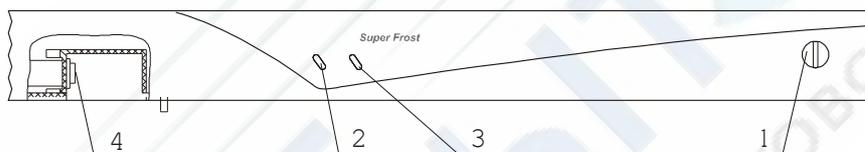

Рис.3. Схема расположения приборов управления и индикации
7.1. Включение и отключение холодильника производится штепсельной вилкой сетевого шнура. Загоревшаяся зеленая индикаторная лампа 2 (рис.3) на панели свидетельствует о том, что холодильник включен в электросеть. Желтая индикаторная лампа 3 горит при работе холодильника в режиме замораживания. Индикаторные лампы загораются в течении 10 секунд. Повторное включение холодильника в электросеть необходимо производить не ранее чем через пять минут после его принудительного отключения. Перед включением холодильника в сеть убедитесь, что конец водостока находится в специальной ячейке передней части сосуда для сбора талой воды.
7.2. Температурный режим в холодильной камере устанавливается путем поворота ручки терморегулятора 1 (рис.3) до выбранного по шкале температурного режима.
указанной в разделе 2. При загрузке продуктов, в количестве, превышающем мощность замораживания, увеличивается время полного замораживания. Если Вы хотите сократить время замораживания продуктов, то можете использовать режим быстрого замораживания (Super frost). Режим быстрого замораживания включается нажатием клавиши переключателя 4 (рис.3) «от себя». При этом на панели загорается индикаторная лампа 3 (рис.3).
Не позднее 24 часов после загрузки последней партии продуктов переведите холодильник в режим хранения, нажав клавишу переключателя «на себя», при этом индикаторная лампа 3 (рис.3) гаснет.